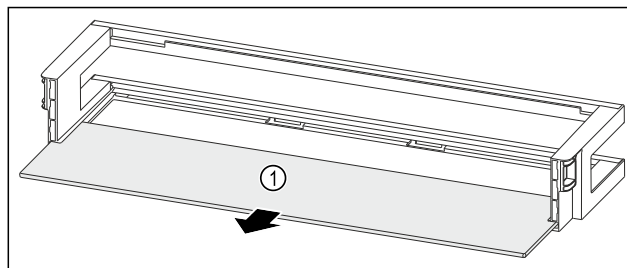

Fig. 197 Лотки на дверцятах з полицю
- ▶ Дістаньте полицю Fig. 197 (1).